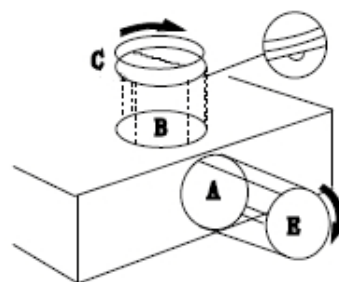

Fig.3
- Atornille el soporte de salida C y el adaptador de salida E a la salida B y A por separado (Fig.3). Cambie la posición A.B de acuerdo con sus necesidades.